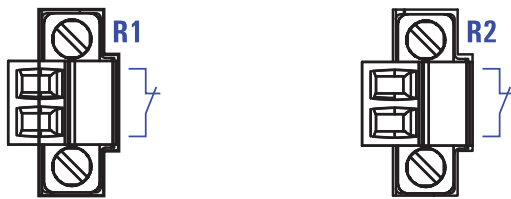

Figure 3 : Brochage des contacts secs
- ▶ Le contact sec (« FAULT », brochage du bornier cf. figure 3) renseigne sur le bon fonctionnement de l'équipement et permet un télé-diagnostic. Le type de supervision du fonctionnement peut être défini au niveau logiciel.